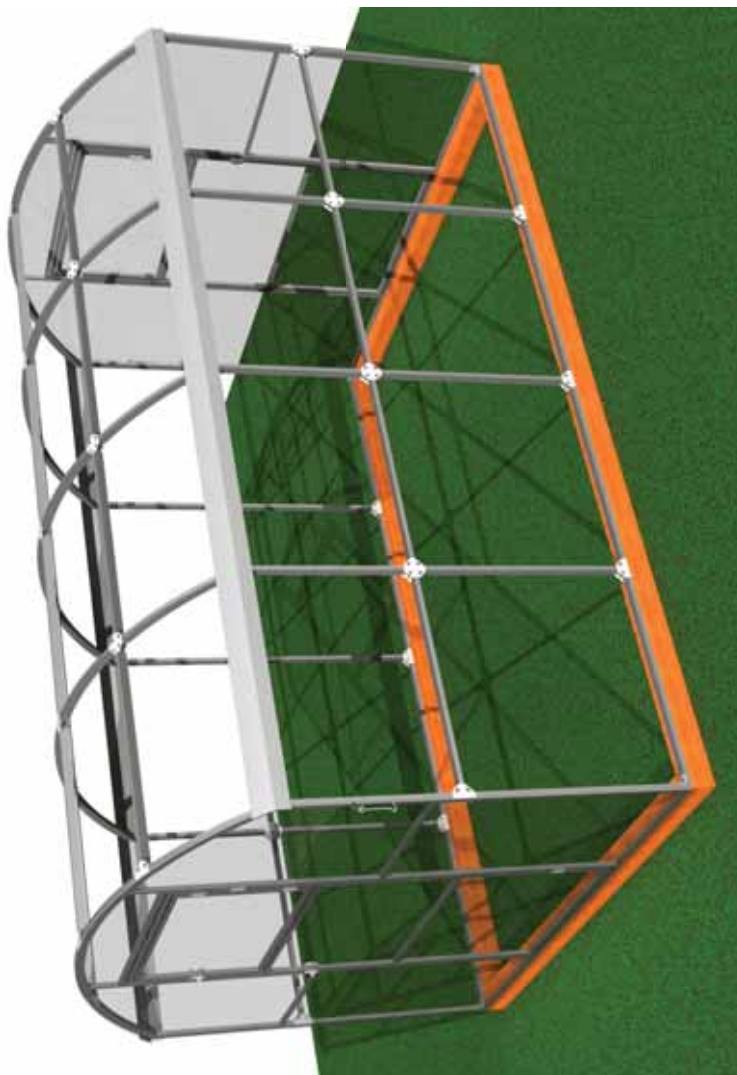

Рис. 12. Сборка конструкции
9. Повторять операции № 5 - 8 до полной сборки конструкции (рис. 12).